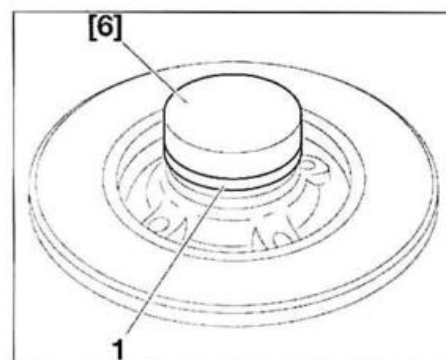

FIG. 33
- Posicionar la corona radial de antibloqueo de rueda (1) en el cubo/disco de freno trasero (fig. 33).
- Colocar el útil [6] (tapón ref. 0814).
- Montar la corona radial de antibloqueo de rueda (1) hasta el tope con un martillo.